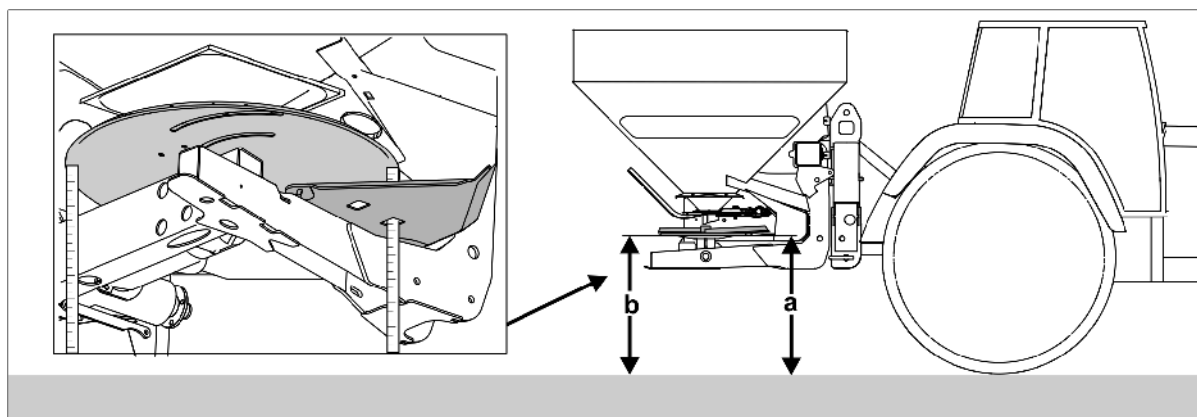

Рис. 58
3. Поверните поворотные пластины (Рис. 58/1) распределяющих лопастей в нужную позицию для стандартного или позднего внесения удобрений.